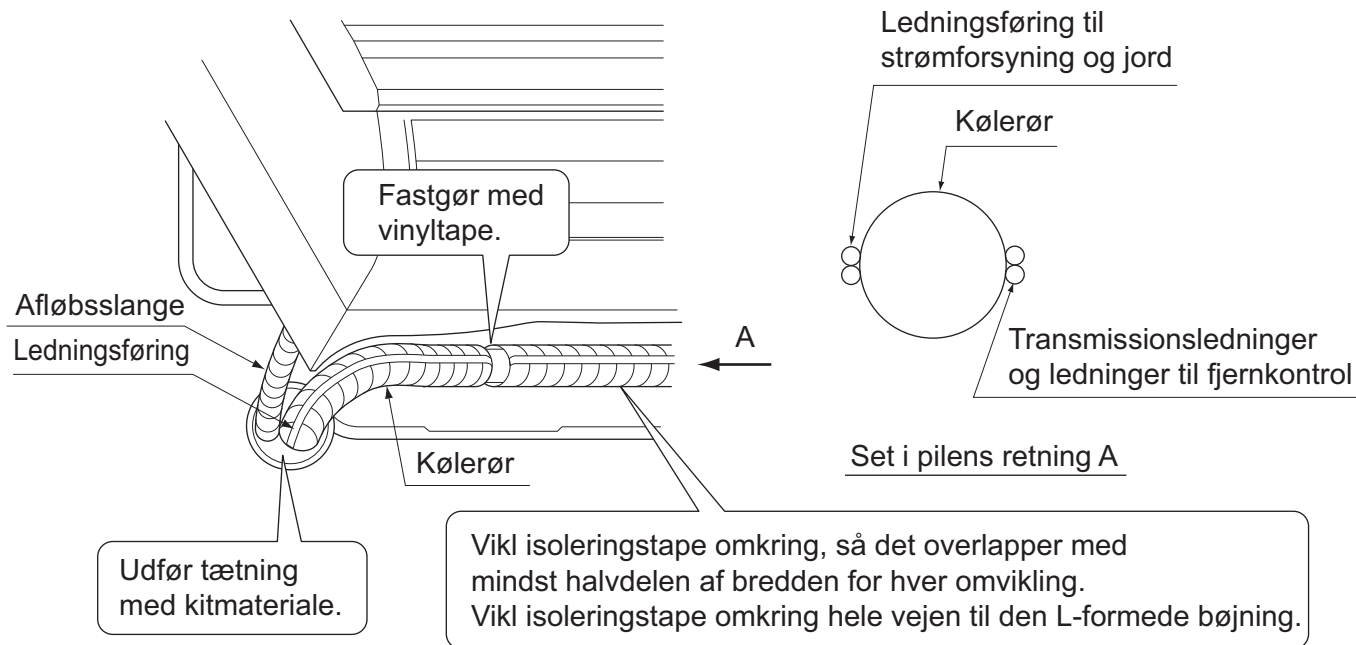

Fig. 10
(7) Før strømforsyningsledninger, transmissionsledninger, jordledning og ledning til fjernbetjeningen gennem ledningsstyret ind fra bagsiden af indendørsenheden og fremad.
(8) Tilslutning af rør. (Se "5.KØLERØR" og fig. 10)